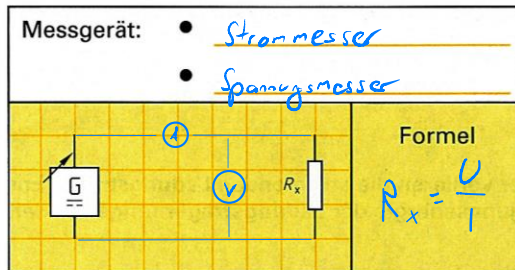
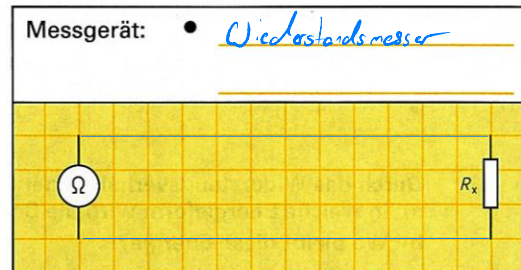

Bild 1: Indirekte Widerstandsbestimmung
Bild 2: Direkte Widerstandsbestimmung
- 9 Unbekannte Widerstandswerte können indirekt oder direkt ermittelt werden. Nennen Sie für Bild 1 und Bild 2 die Messgeräte und vervollständigen Sie die beiden Mess-Schaltungen.